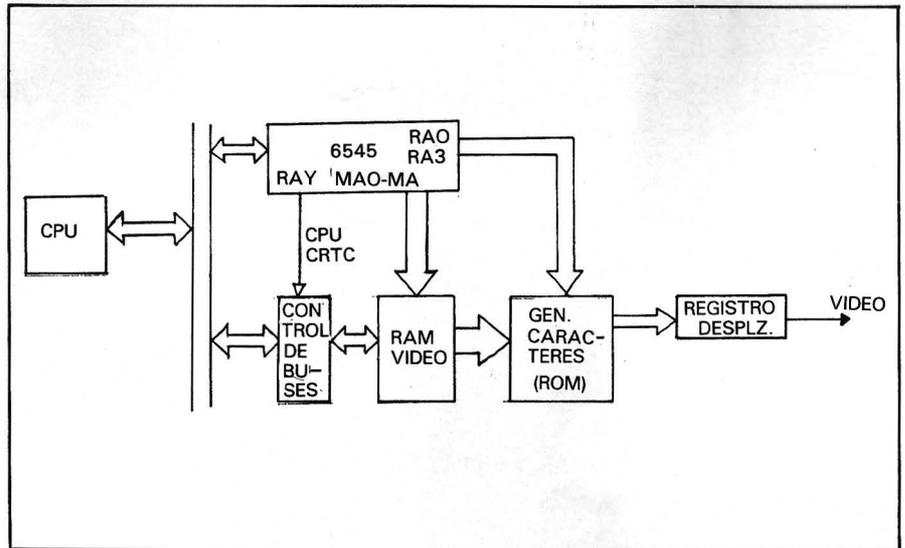

Fig. 6. Modo de Direccionamiento Transparente.
b) Aprovechando el tiempo de retrasado para poner la dirección de la CPU, en el resto del tiempo el CRTC pondrá su dirección de refresco. (Fig. 6).